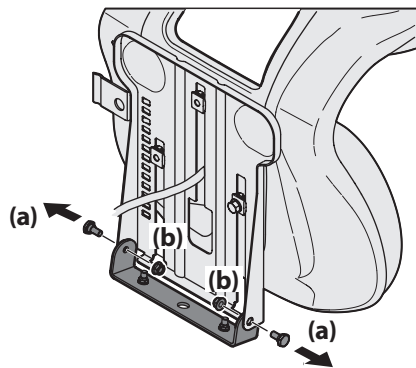

Figure 1
2. Retirez les deux boulons à épaulement (a) et les deux écrous autobloquants (b) du plateau du siège. Voir Figure 1.